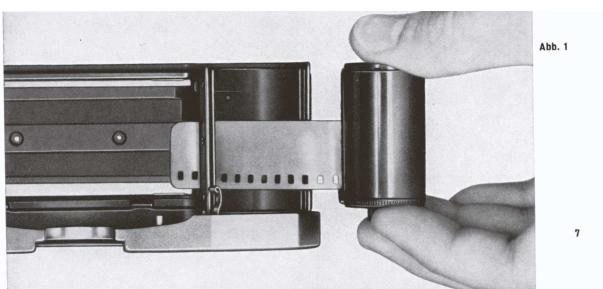

Abb. 1
2. Abdeckschale (4) am Filmpatronenraum abziehen, wozu die Haltefeder (9) etwas über die Kuppe abgehoben wird.
3. Verschluß für Aufwickelkammer (12) öffnen durch Schieben an den Querrillen nach außen bis zum Anschlag.
4. Filmpatrone in das Patronenlager legen, wozu man den Filmanfang so in die Patrone gedreht hat, daß er nur etwa 3–4 cm aus der Patrone herausragt. Filmanschnitt mit der matten Schichtseite nach oben durch den Schlitz zur Andruckplatte (7) unter die obere Filmführung (6) schieben (Abb. 1).